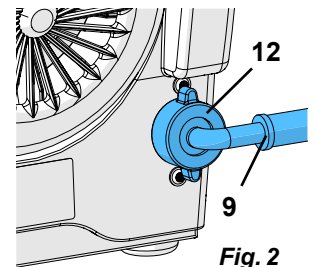

Fig. 2
- Débrancher le flexible d'eau (9, fig. 2) du raccord d'arrivée d'eau (12, fig. 2) sur l'appareil.